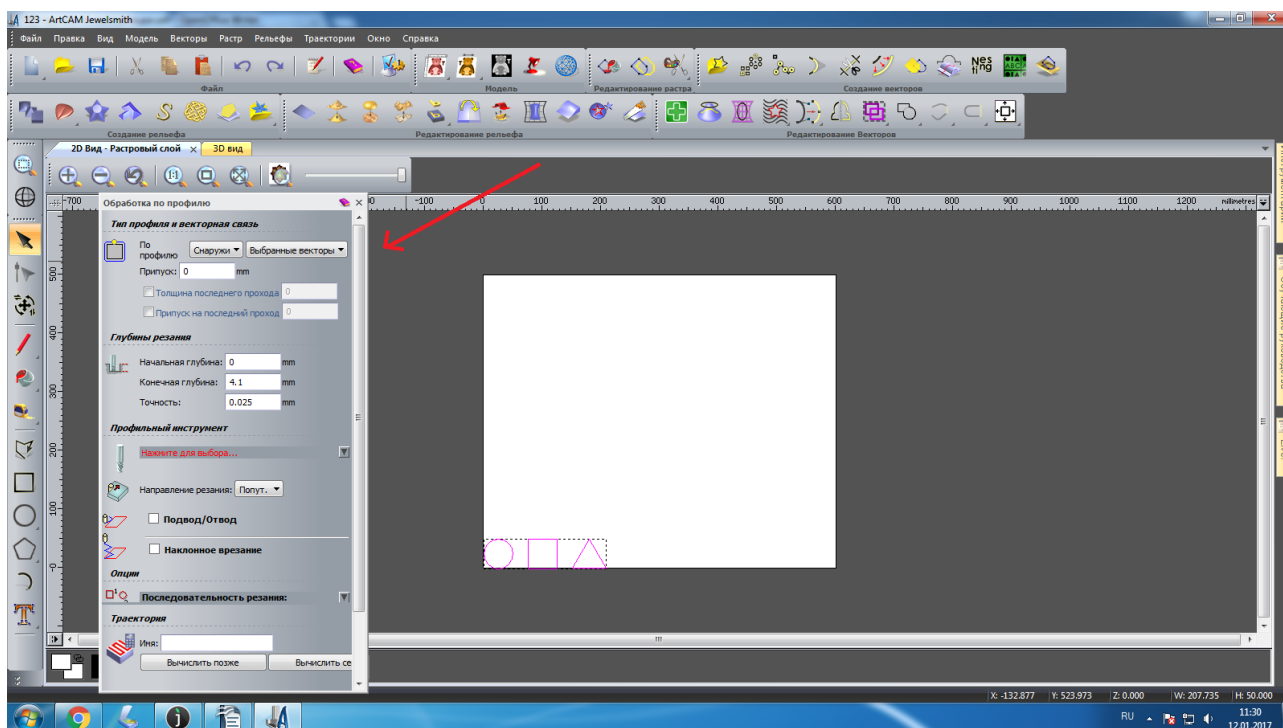

Рисунок 36. Окно «Обработка по профилю»
38. С левой стороны на экране появится окно «Обработка по профилю», рисунок 36